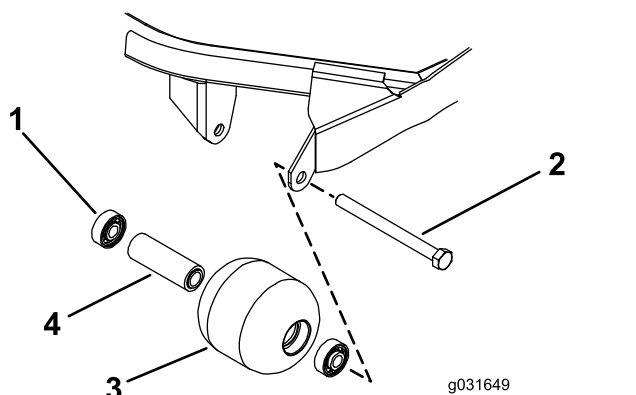

Figura 75
1. Rimuovete il bullone di montaggio del rullo (Figura 75).
4. Verificate la presenza di eventuali danni sull'alloggiamento, sui cuscinetti e sul distanziale del cuscinetto del rullo (Figura 75).
1. Premendo soltanto sulla pista esterna o, in misura uguale, sulla pista interna ed esterna, spingete il primo cuscinetto nell'alloggiamento del rullo (Figura 75).
2. Inserite il distanziale (Figura 75).
3. Premendo soltanto sulla pista esterna o, in misura uguale, sulla pista interna ed esterna, spingete il secondo cuscinetto nell'alloggiamento del rullo fino a quando non è a contatto con il distanziale (Figura 75).